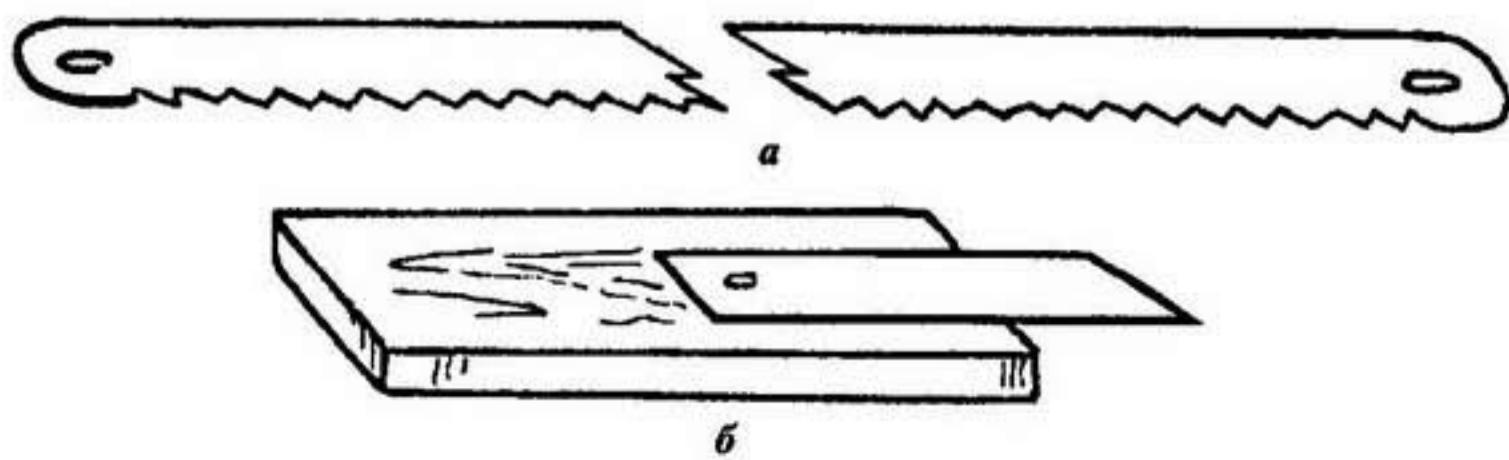

Рис. 6
5. Клинок (каковым будет служить старое или ломаное полотно от слесарной ножовки — рис. 6, а), длина которого должна составлять 65–70 мм, вставьте в паз, предварительно промазав kleem PVA его и всю поверхность, на которой он разместился (рис. 6, б).